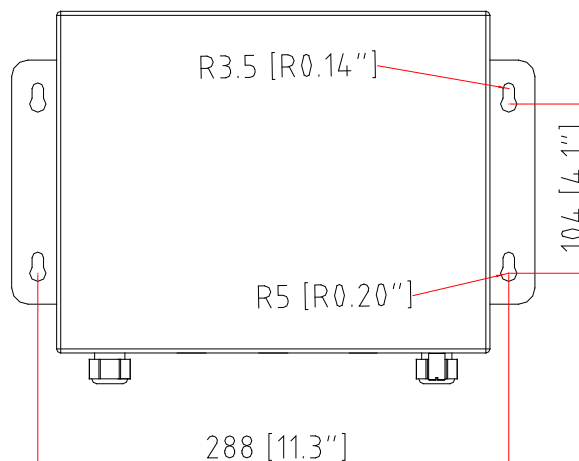

Figura 3-3: Dibujo del patrón de orificios de montaje
1. Marque la posición de los orificios en la superficie vertical usando las dimensiones que se muestran en la Figura 3-3, o sosteniendo el gabinete contra la superficie y marcando a través de los orificios del soporte en los lados del gabinete. Las medidas se proporcionan en mm [pulgadas].